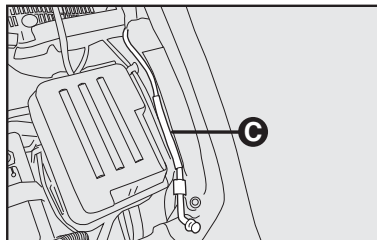

fig. 105
- 3) levantar o capô segurando-o pela parte central e, simultaneamente, soltar a vareta de suporte do seu dispositivo de bloqueio **C**-fig. 105;